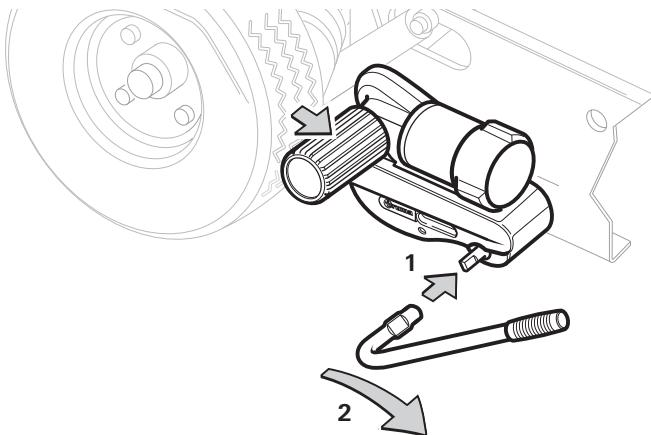
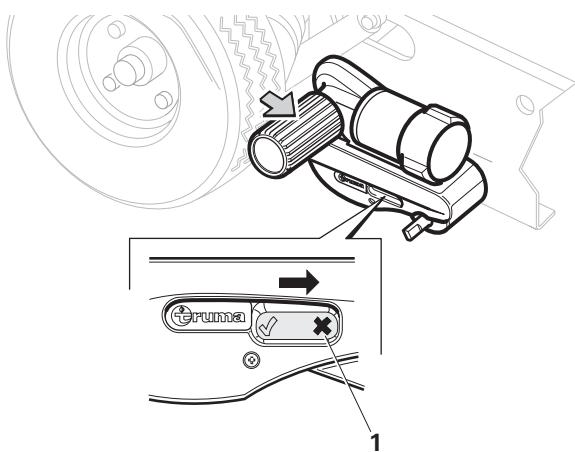

Figura 9
Figura 10
- Inserire la leva di avvicinamento sull’albero di avvicinamento (figura 9 - 1).
- Girare la leva di avvicinamento in direzione della freccia (allontanandosi dalla ruota del veicolo) (figura 9 - 2) finché il rullo di trasmissione si arresta nella posizione finale. L’indicatore di posizione nell’alloggiamento si trova ora su «X» (figura 10 - 1).